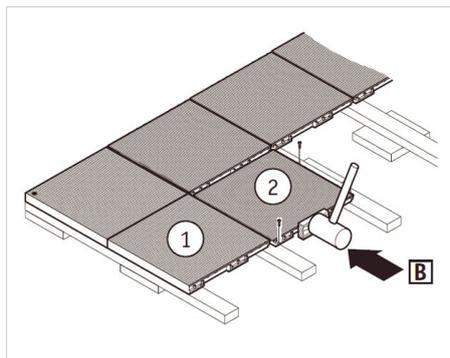

Рис.10 Крепление кассет последующих рядов
- после этого вбить кассету резиновым молотком по монтажным зажимам предыдущего ряда и снова прикрепить; при этом следить за соответствием рисунка швов (рис. 10).